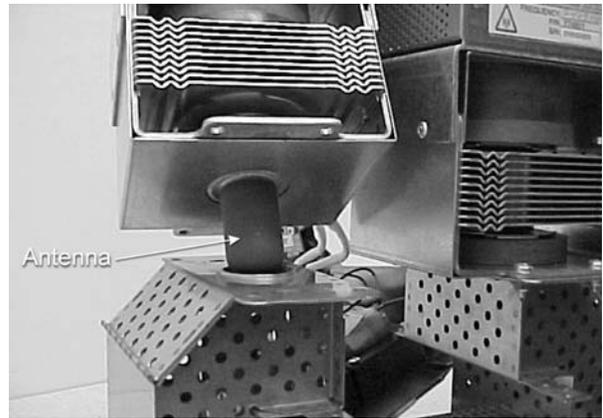

Figure 4-20 Mise en place du magnétron
1. Voir la figure 4-20. Examiner le joint plat autour de l'antenne du magnétron neuf pour s'assurer qu'il est bien lisse et exempt d'impuretés.